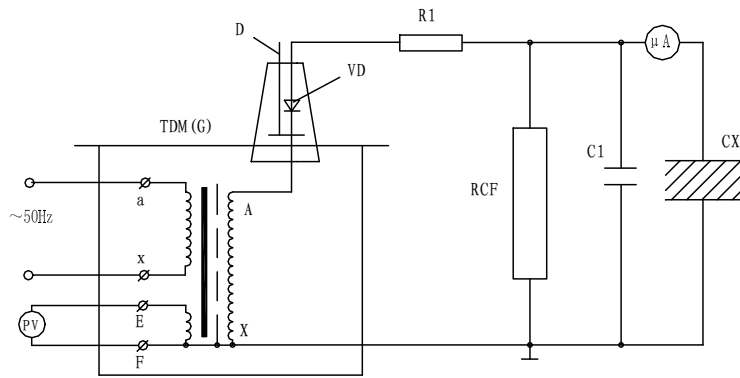

图 7：高压直流泄漏试验接线图
2、 TDM（G）工频交流耐压试验成套装置在做被试品的直流耐压或泄漏试验时接线原理图如图 7。
注：此试验应先抽出短路杆“D”，图 7 中所示。